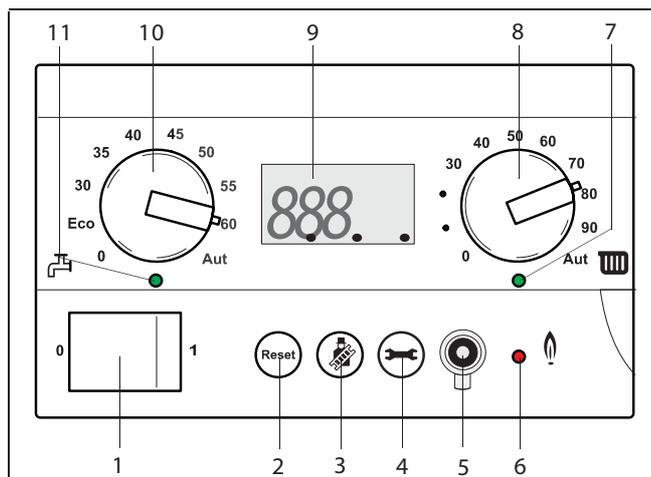

Fig. 27 BC 10
■ CONNETTORE DI MANUTENZIONE (fig. 27 pos. 5)
■ LED " BRUCIATORE ACCESO" (fig 27, pos. 6)
Il LED si accende non appena vi è presenza di fiamma (fig. 27, pos. 6).
■ REGOLAZIONE RISCALDAMENTO (fig. 27, pos. 8)
La manopola girevole, contrassegnata dal simbolo radiatore  ha la funzione d'impostare la temperatura di mandata massima desiderata (vedi tabella 5) nel circuito di riscaldamento. Con l'apparecchio in funzione in riscaldamento, il LED "Riscaldamento attivo" (fig. 27, pos. 7), sito sotto la manopola girevole, è illuminato insieme con il LED "Bruciatore acceso" (fig.27, pos. 6).
Il display visualizza durante il funzionamento le indicazioni relative alla temperatura di mandata, alla pressione dell'impianto e alla condizione operativa attuale (stato). Questi dati vengono esposti in successione dopo aver premuto il tasto di "manutenzione" (fig. 27, pos. 4). In caso di disservizio il display visualizza il codice relativo al tipo di anomalia presente in quel momento. Il significato del codice della modalità operativa o del disservizio può essere ricavato consultando il capitolo 14 "Diagnosi" del presente documento.
■ REGOLAZIONE DELLA TEMPERATURA DELL'ACQUA SANITARIA (fig. 27, pos. 10)
In presenza di durezza dell'acqua particolarmente elevata si consiglia di regolare la manopola sulla posizione "Eco" per ridurre al minimo il rischio di formazioni calcare. Con l'apparecchio in servizio per la produzione d'acqua calda, il LED "Produzione sanitaria" (fig. 27, pos. 11) sito sotto la manopola girevole si accende insieme con il LED "Bruciatore" (fig. 27, pos. 6).
L'apparecchio se viene utilizzato in combinazione con un accumulo solare, non e' possibile regolare la temperatura con la manopola di regolazione (fig.27, pos. 10) ad un valore inferiore a 60 °C, per non incorrere nel rischio di formazione di batteri della legionella. Inoltre, in suddette circostanze è opportuno non spegnere la caldaia.
- Togliere la tensione d'alimentazione dall'impianto, posizionando l'interruttore di rete su "0" (fig. 27, pos. 1).